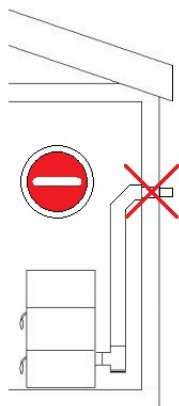

Fig. 8 - Verbod
- Het is verboden de verbrandingsproducten rechtstreeks via de muur naar buiten af te voeren, of naar gesloten ruimtes, ook wanneer deze onoverdekt zijn (se **Fig. 8 op pag. 45**).